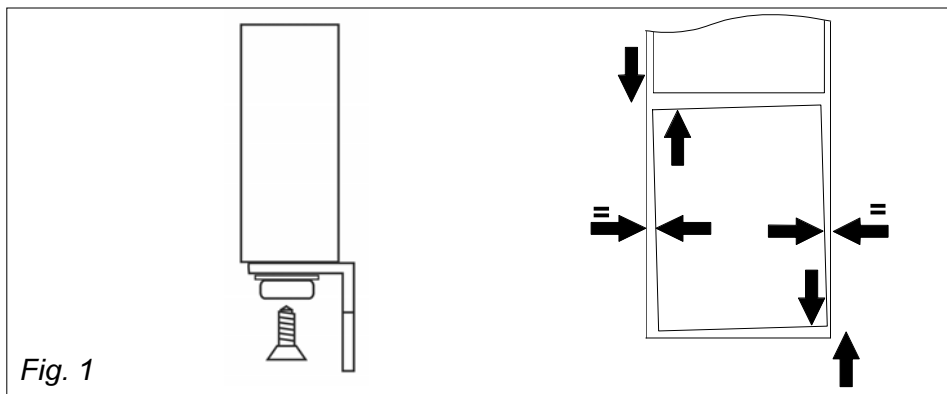

Fig. 1
- Schroef de stoelhoeken in de gaten van de deur(en). (Fig. 1)
- Fixer avec des vis les équerres a la porte. (Fig. 1)
- Schrauben Sie die Haken an die Tür. (Fig. 1)
- Screw the squares in the holes of the door/s/. (Fig. 1)
- Maak de stoelhoeken met schroeven vast aan de meubeldeur. (Fig. 1)
- Fixer avec des vis les équerres a la porte du meuble. (Fig. 1)
- Befestigen Sie die Haken mit Schrauben an der Möbeltür. (Fig.1)
- Fix the squares with screws on the furniture door. (Fig. 1)